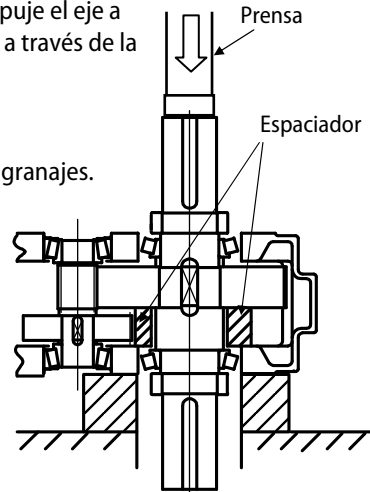

Fig. A-6. Sentido de movimiento de la prensa y bloque espaciador
- Coloque un bloque espaciador entre la carcasa interna y el engranaje seleccionado para su extracción (vea la Fig. A-6). (Confirme la orientación del espaciador y del eje. La unidad puede necesitar un 'vuelco' si se extraen varios engranajes).
- Coloque una prensa contra el extremo del eje (vea la Fig. A-6). Cuando se empuje el eje a través del engranaje, el engranaje, el rodamiento y el collar podrán extraerse a través de la